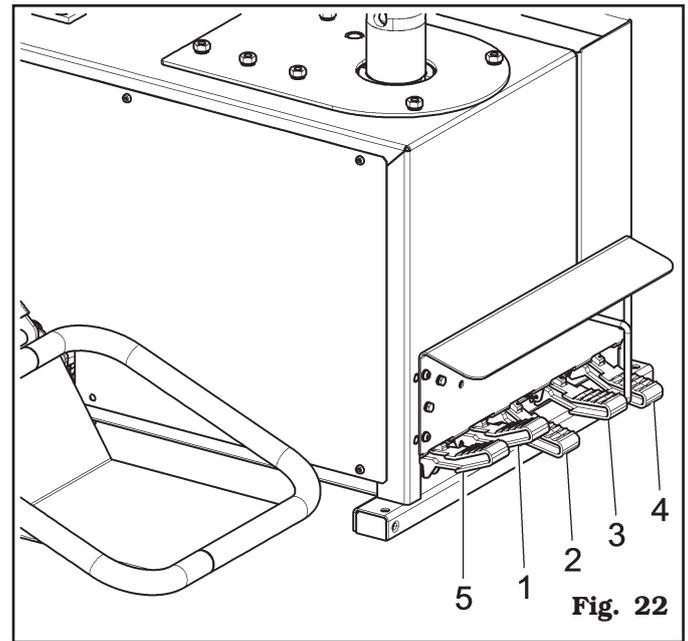

Fig. 22
- La pédale (**Fig. 22 réf. 1**), à action maintenue, commande le mouvement de l'élévateur pour roue. Actionner la pédale vers le bas pour obtenir la montée de l'élévateur, alors que actionner la pédale vers le haut pour obtenir la descente. En relâchant la pédale à tout moment, l'élévateur s'arrête.
- La pédale (**Fig. 22 réf. 2**) commande la translation verticale du bras outil (dégagement). Actionner la pédale vers le bas pour obtenir la descente du bras outil en position de travail. Appuyer sur la pédale de nouveau pour obtenir la montée du bras outil en position de dégagement.
- La pédale (**Fig. 22 réf. 3**) a deux positions opérationnelles à action maintenue. Une pression vers le bas produit un mouvement rotatif du moteur du mandrin dans le sens des aiguilles d'une montre. Le soulèvement de la pédale vers le haut produit le mouvement contraire.
- La pédale (**Fig. 22 réf. 4**) a une position opérationnelle à action maintenue. Une pression vers le bas produit un mouvement de fermeture du bras décolle-pneus. En relâchant la pédale, le bras retourne dans la position de repos.
- La pédale de gonflage (**Fig. 22 réf. 5**) a une fonction différente selon la version présente sur l'équipement.
2. appuyez sur la pédale (**Fig. 22 réf. 4**) et activer l'outil décolle-pneus jusqu'à enlever le talon. Dans le cas où le talon ne se dégagerait pas à la première tentative, effectuer à nouveau l'opération sur différents points de la roue jusqu'à ce que le talon soit totalement dégagé ;
1. Après avoir placé une roue sur le plat de soulèvement (voir **Fig. 25**), appuyer sur la pédale d'actionnement de l'élevateur (**Fig. 22 réf. 1**) vers le bas et porter la roue à une hauteur que permet son déplacement sur le mandrin en accompagnant d'une main (voir **Fig. 22**) ;
3. soulever la pédale (**Fig. 22 réf. 1**) vers le haut pour baisser le plat de soulèvement ;
5. soulever le plat de soulèvement en appuyant de nouveau la pédale vers le bas (**Fig. 22 réf. 1**) ;